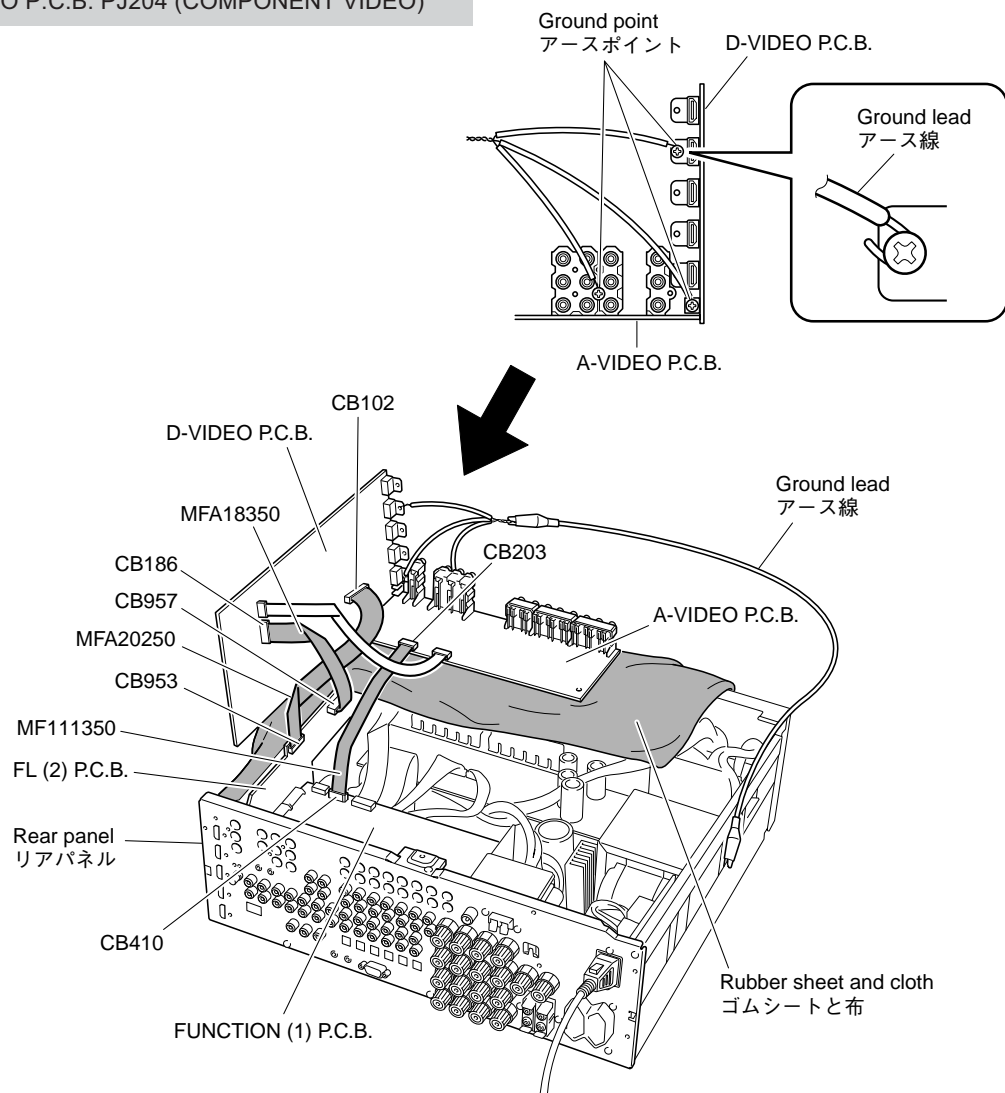

Fig. 7
- Put the rubber sheet and cloth over the equipment. Then place the P.C.B.s upside down on the cloth and check it. (Fig. 7)
- In this unit, the ground of P.C.B.s shown below is connected to the rear panel. When these P.C.B.s are removed from the rear panel, connect the ground point to the rear panel or chassis, using a ground lead wire or the like. (Fig. 7)
- 本機の上にゴムシートと布を敷き、その上にP.C.B.を裏返しに置いてチェックします。(Fig. 7)
- 本機ではP.C.B.のアースがリアパネルに接続されています。これらのP.C.B.をリアパネルより取り外した場合は、リード線等でアースポイントをリアパネルまたはシャーシに接続してください。(Fig. 7)